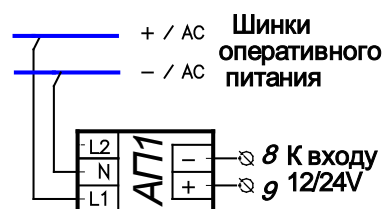

Рис. 7 Схема питания блока БУАВР от изолированного источника оперативного питания
5.6. При питании блока БУАВР от источника оперативного питания 110/220В переменного (выпрямленного) или постоянного тока, не допускающего соедения с нейтралью, рекомендуется использование адаптера питания АП1, который необходимо подклю-чить к входу 12/24В блока БУАВР, рис.7.